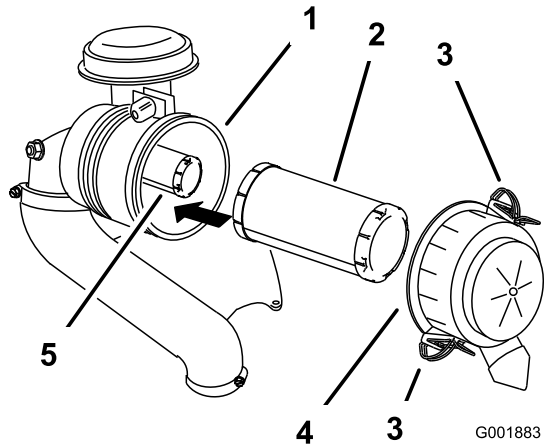

Figure 44
- Ouvrez les dispositifs de verrouillage du filtre à air et détachez le couvercle du boîtier du filtre (Figure 44).
- Sortez le préfiltre du boîtier du filtre avec précaution (Figure 44).
- Si vous remplacez l'élément intérieur, insérez-le avec précaution dans le boîtier du filtre (Figure 44).
- Placez ensuite le préfiltre sur l'élément de sécurité avec le même soin (Figure 44).
- Remettez en place et verrouillez le couvercle du filtre à air (Figure 44).